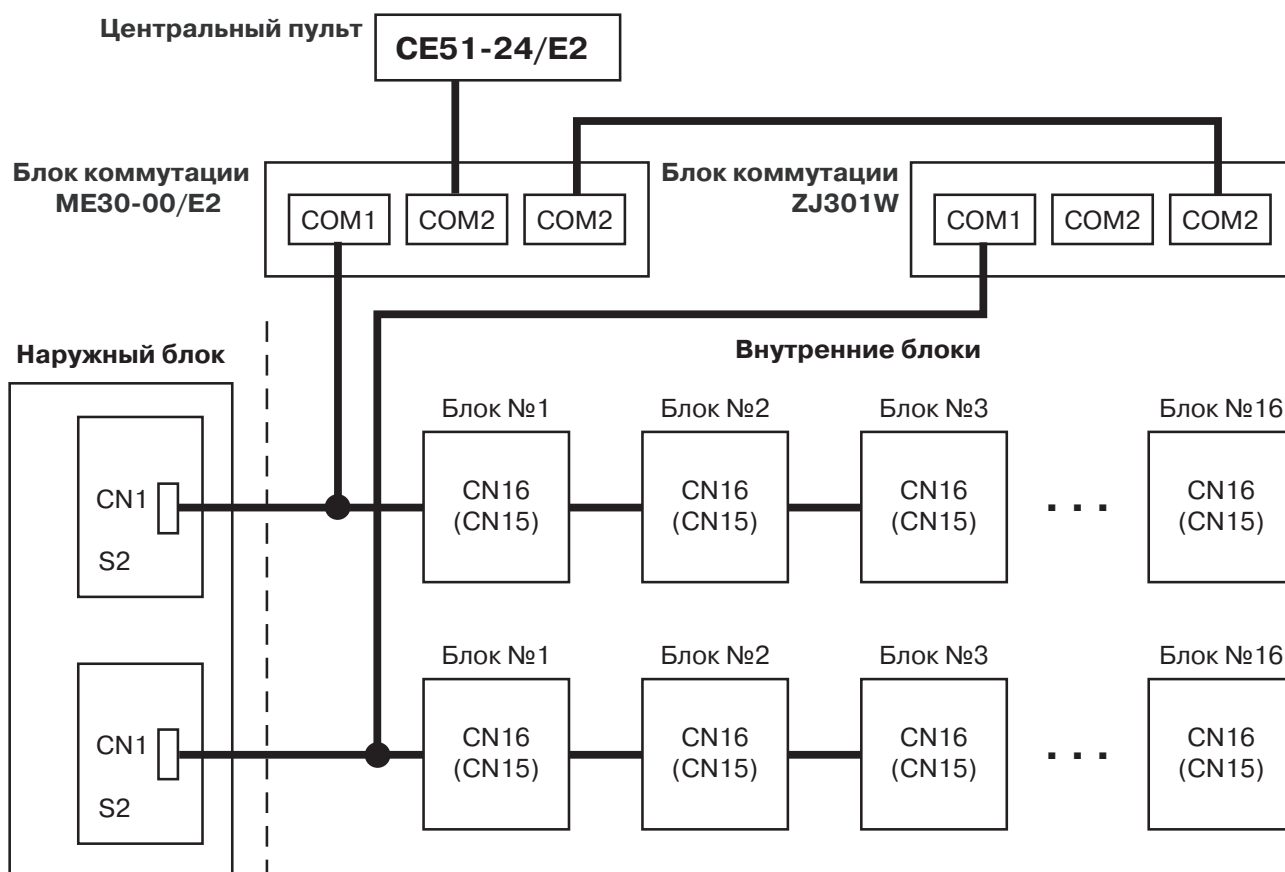

Рис. 7.11
7.3.5 Для каждого наружного блока при подключении пульта ZJ7011 используется один блок коммутации, или два блока, если в наружном блоке две платы управления (рис. 7.11).